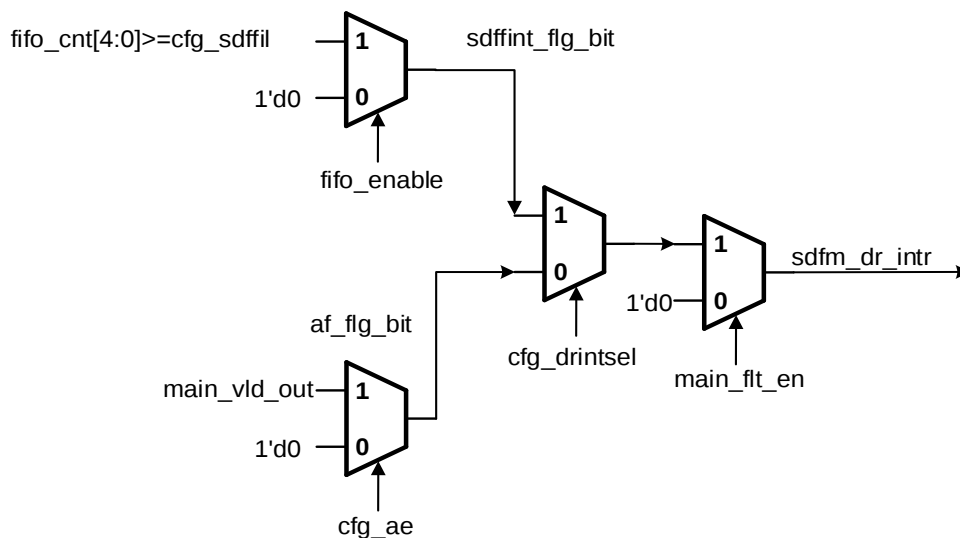

图17-9 SDFM 数据就绪中断 (dfm_dr_intr)
数据就绪中断 (sdfm_dr_intr) 源的结构如图 17-9 所示。每个 sdfm_dr_intr[x]中断源由相应通道的主 (数据) 滤波器产生的数据应答 (AF) 事件或者 FIFO 数据就绪 (SDFFINIT) 事